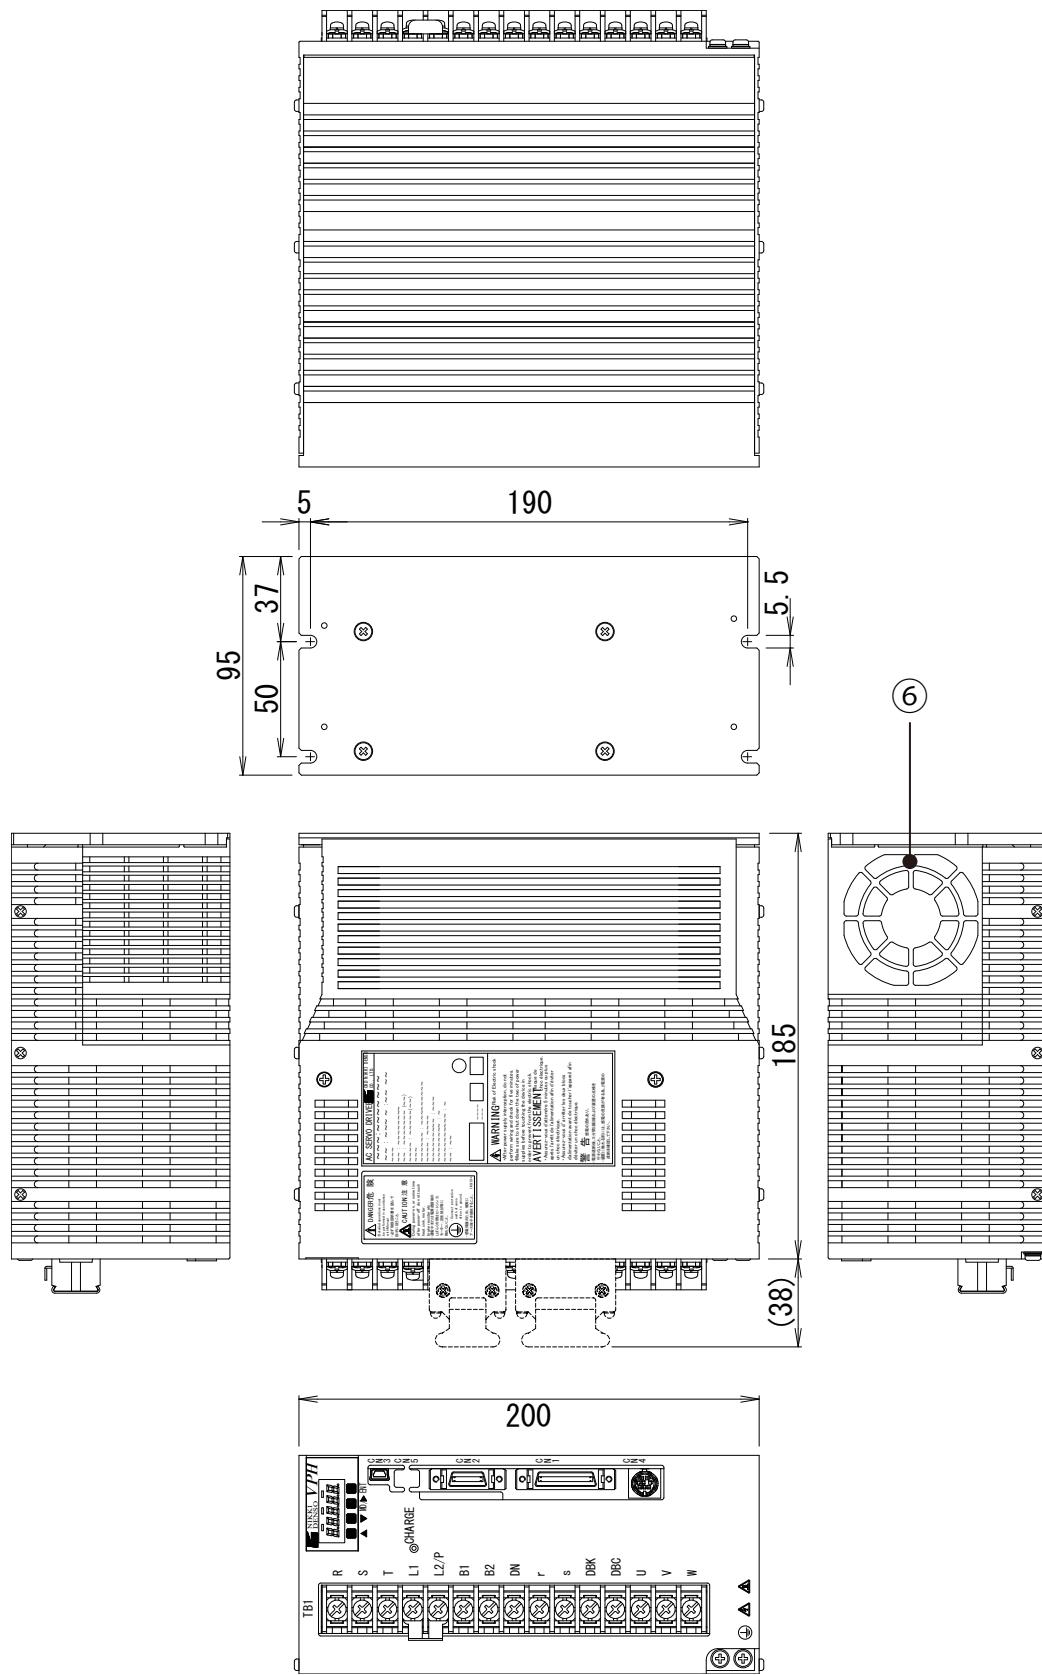

図13-5 1.5kW、2.2kW装置本体外形図(Type3)
| ⑥ | FAN | 空冷用ファン 「図 13-5 1.5kW、2.2kW 装置本体外形図 (Type3)」 参照 |